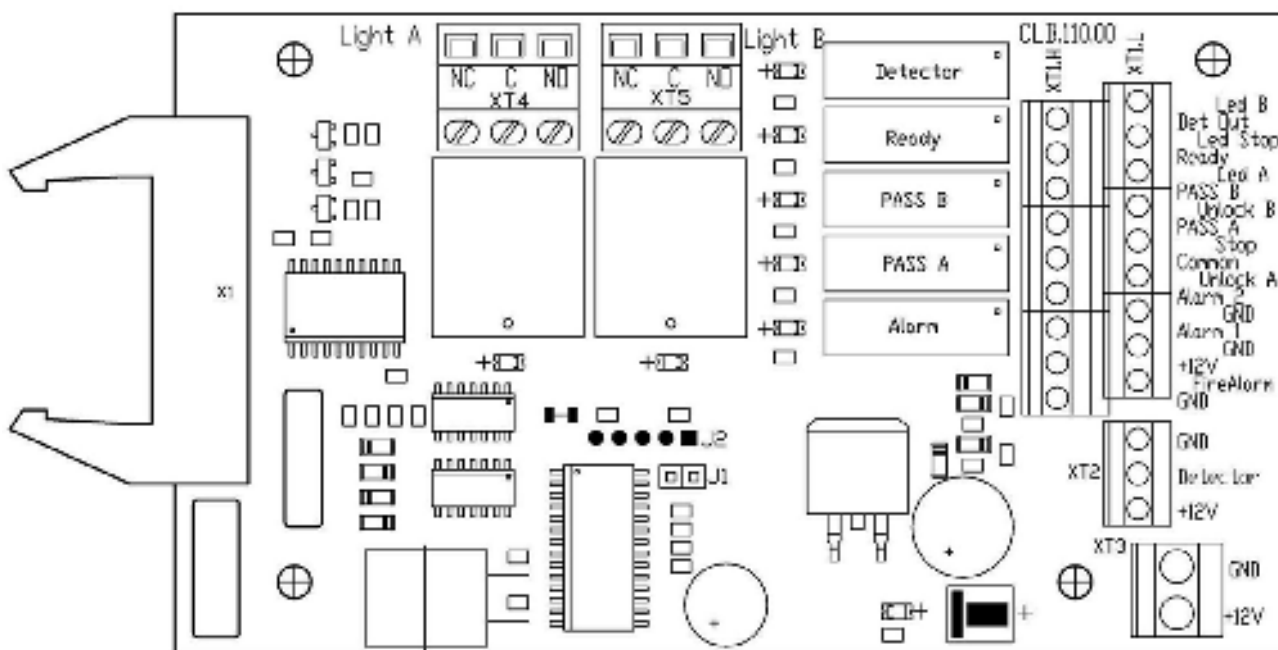

Рисунок 3 Внешний вид платы CLB
6.2.4 Пульт управления выполнен в виде небольшого настольного прибора в корпусе из ударопрочного АБС пластика и предназначен для задания и индикации режимов работы при ручном управлении турникетом. Пульт управления подключается к плате CLB гибким многожильным кабелем (14) через клеммную колодку "XT1.L" (см. рисунок 3).
На лицевой панели пульта управления расположены три кнопки для задания режимов работы турникета. Над кнопками расположены индикаторы. Средняя кнопка **STOP** (далее – кнопка **Запрет прохода**) предназначена для переключения турникета в режим «*Запрет прохода*». Левая и правая кнопки (далее – кнопки **Разрешение прохода**) предназначены для разблокировки турникета в выбранном направлении. Изменить ориентацию пульта управления относительно установки стойки турникета (если на месте установки стойка обращена к оператору не лицевой, а тыльной стороной) можно, поменяв местами провода от пульта управления, подключаемые на контакты *Unlock A* и *Unlock B* а также *Led A* и *Led B* соответственно (рисунок 3 и рисунок А.1 Приложения А).
6.2.5 На плате CLB (см. рисунок 3) расположены:
6.4.3 Реле *PASS A* (контакты *PASS A* и *Common*), *PASS B* (контакты *PASS B* и *Common*), *Ready* (контакты *Ready* и *Common*), *Detector* (контакты *Det Out* и *Common*) и *Alarm* (контакты *Alarm 1* и *Alarm 2*) имеют нормально-разомкнутые контакты. При этом общий для этих реле контакт *Common* не соединен с минусом источника питания турникета. В исходном (неактивном) состоянии при включенном питании контакты реле *PASS A*, *PASS B*, *Ready* и *Detector* замкнуты (на обмотку реле подано напряжение), а контакты реле *Alarm* разомкнуты (напряжение на обмотку реле не подано). Факт срабатывания/отпускаания реле *PASS A*, *PASS B*, *Ready*, *Detector* и *Alarm* можно определить по загоранию/гашению красных индикаторов, которые установлены вблизи указанных реле (см. рисунок 3).
6.9.2 Подключение датчика контроля зоны прохода производится к клеммной колодке *XT2*, а сирены – к клеммной колодке *XT1.H* платы CLB согласно схеме электрических соединений см. рисунок А.1 Приложения А и рисунок 3). Датчик контроля зоны прохода должен иметь нормально-замкнутые контакты.
На контакты *Det Out* и *Common* клеммной колодки *XT1.H* платы CLB (см. рисунок 3) всегда транслируется сигнал о текущем состоянии датчика контроля зоны прохода.
6.9.3 Подключение устройства, подающего команду аварийной разблокировки, производится к клеммной колодке *XT1.L* платы CLB согласно схеме электрических соединений (см. рисунок А.1 Приложения А и рисунок 3). Если вход *Fire Alarm* не используется, то необходимо установить перемычку между контактами *Fire Alarm* и *GND*. При поставке данная перемычка установлена.